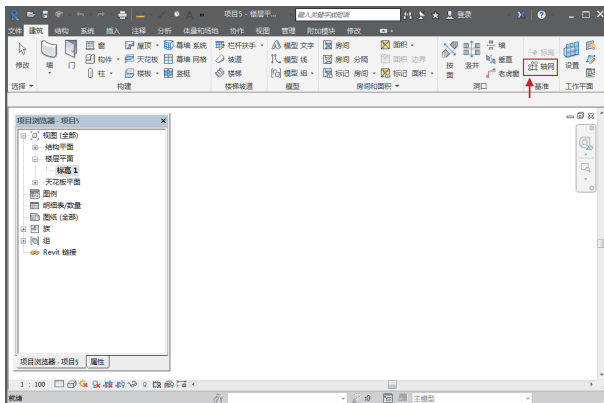

图2-9 单击“轴网”按钮
- 06 选择“建筑”选项卡，在“基准”面板中单击“轴网”按钮，如图2-9所示，调用“轴网”命令。